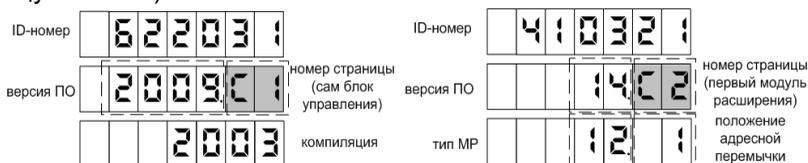

Рисунок 14
7.1 Для приведения устройства в рабочее состояние достаточно подать на него электропитание. После включения на табло отображается информация о версии ПО устройства (рисунок 14). Спустя 10 секунд показания на табло последовательно меняются на информацию о модулях расширения (при наличии). Переключение между страницами экранов осуществляется снятием любого раздаточного крана. После этого отображается информация о последнем наливе (стоимость, объем, цена за единицу топлива).